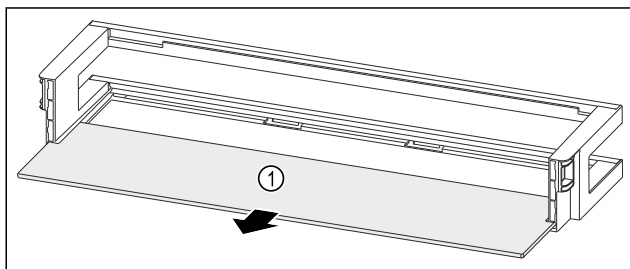

Fig. 48 Odkladací priestor vo dverách s odkladacou plochou
- Odoberte odkladaciu plochu Fig. 48 (1).